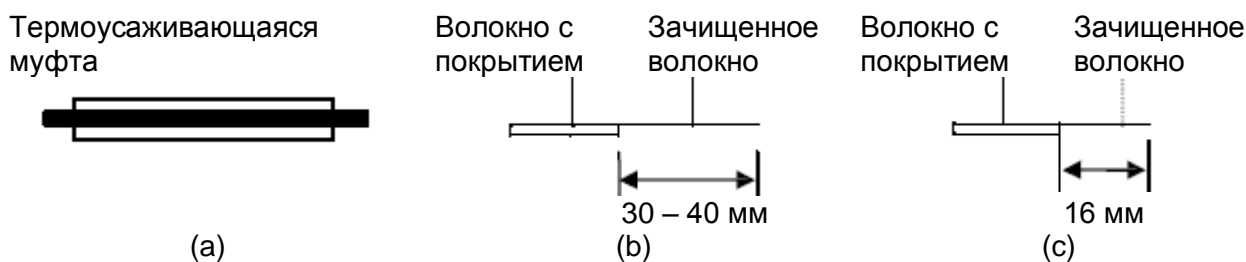

Рисунок 4 Обработка торца оптического волокна
Чтобы защитить место сваривания, закройте свариваемое оптическое волокно термоусаживающейся муфтой (смотрите рисунок 4а).
2. С помощью высокоточного скалывателя обрежьте зачищенную часть оптического волокна до нужной длины. Оставьте 12 – 16 мм (смотрите рисунок 4с).